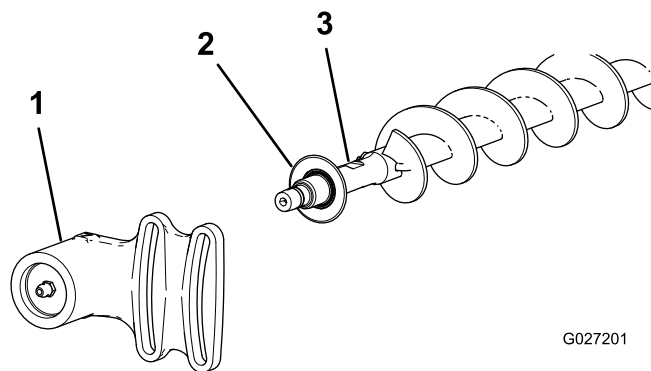
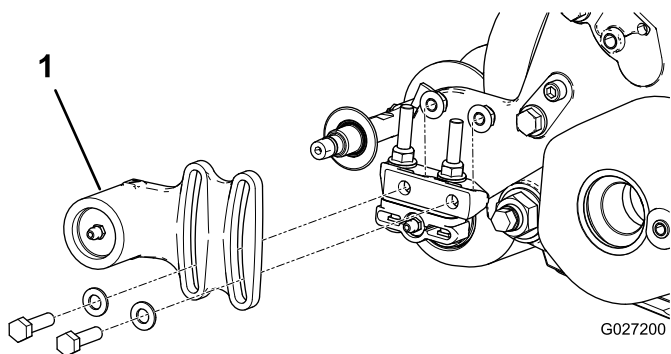

Рисунок 19
Рисунок 18
1. Если щетка катка установлена на режущем блоке, отверните два болта, снимите шайбы и гайки крепления корпуса подшипника неприводной стороны к монтажному кронштейну корпуса подшипника (Рисунок 18) и (Рисунок 19).
2. Сдвиньте корпус подшипника неприводной стороны и защитное уплотнение с вала щетки (Рисунок 19).
9. Установите защитное уплотнение и корпус подшипника неприводной стороны на вал щетки (Рисунок 19).